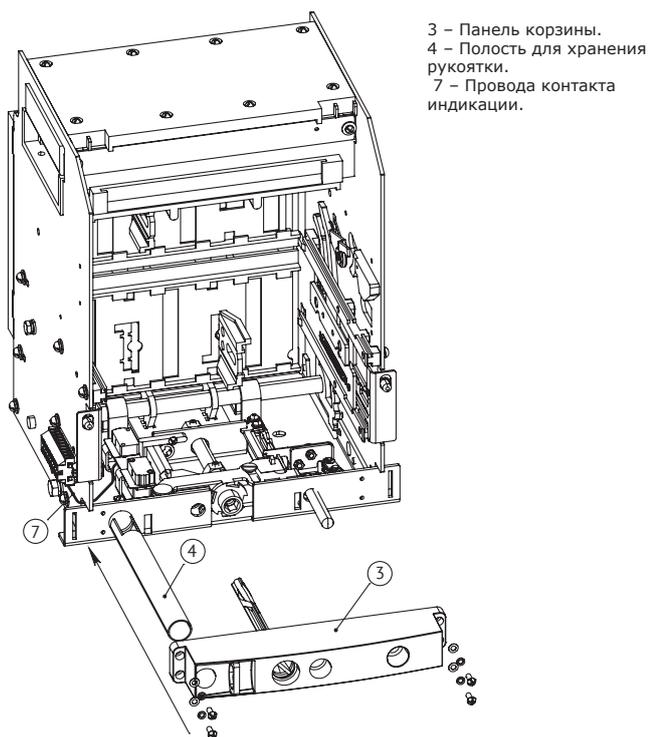

Рисунок 3 – Установка панели корзины в рабочее положение
- установить трубку для хранения рукоятки (4) в корзину над проводами (7) контактов сигнализации (рисунок 3);
- установить панель (3) на место (придерживая за планку сзади) (рисунок 3);